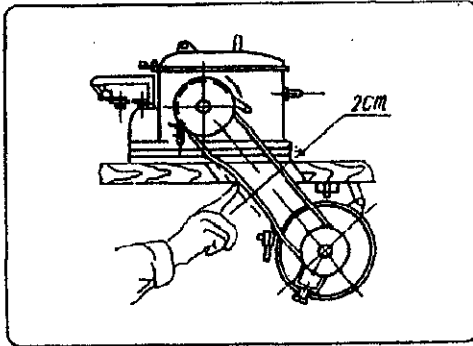

图 3-4 Fig 3-4
(1) Смонтируйте рамку машины как показано в атласе частей.
(2) Смонтируйте планку (борт) машины, электрический мотор, контрольный кронштейн (консоль), переключатель и контрольную проводку как показано в атласе частей.
(3) Прикрепите рамку машины с планкой (бортом) и соедините провод ножной педали с регулирующими (контролирующими) частями.
(4) Установите стойку (головку) на платформу машины, проложив под нее амортизирующую резиновую подушку, и застегните их двумя застегжками (?) на платформе. Установите ремень и кожух ременной передачи и отрегулируйте натяжение ремня. (см. рис. 3-4).
(5) Установите опору (поддержку) нити так, чтобы опора нити, кольцо нити, шест (?) нити и держатель нити располагались в одну линию.